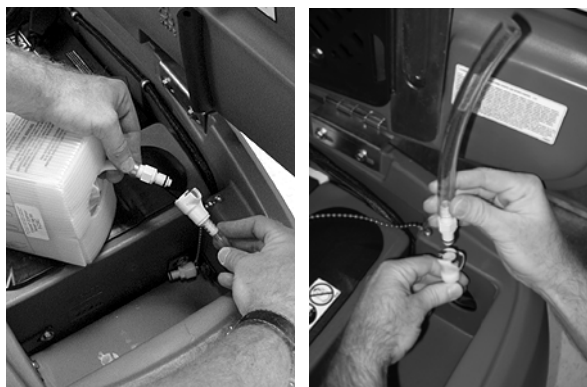

FIG. 68
1. Retirez le carton *FaST-PAK* et branchez le raccord de valve et le tuyau de 6 in / 15 cm sur le tuyau d'alimentation de détergent *FaST* (Figure 68).